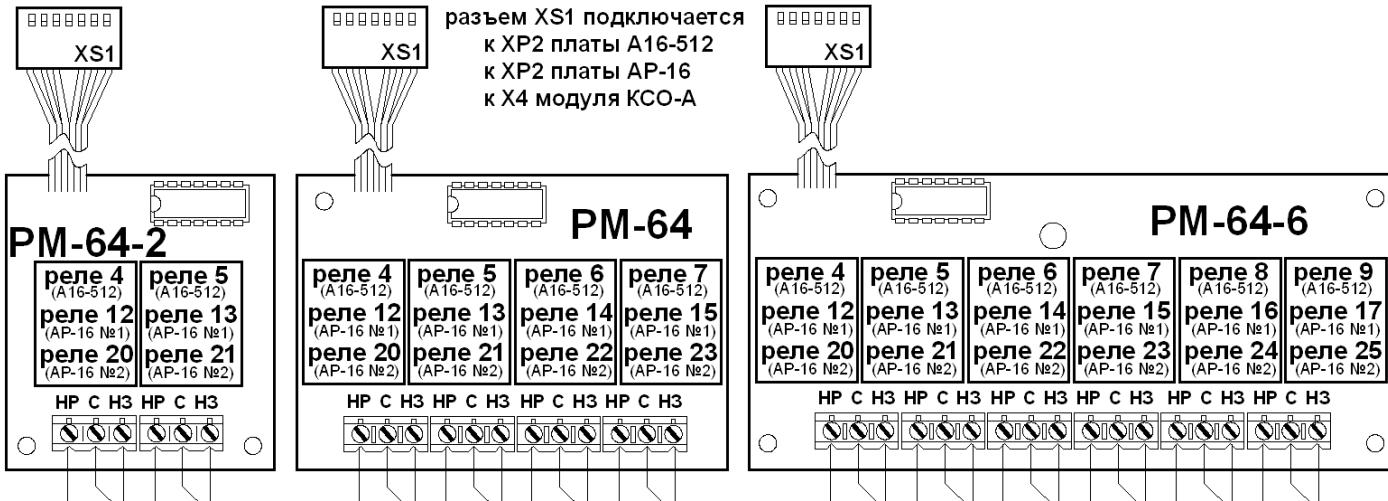

Рисунок 14 – Внешний вид модуля релейного PM-64 (исполнение PM-64-2, PM-64 и PM-62-6)
- при подключении устройств по линии связи RS-485 рекомендуется распределять общее их количество поровну на две линии связи RS-485 (X1 и X2), рисунок 14.